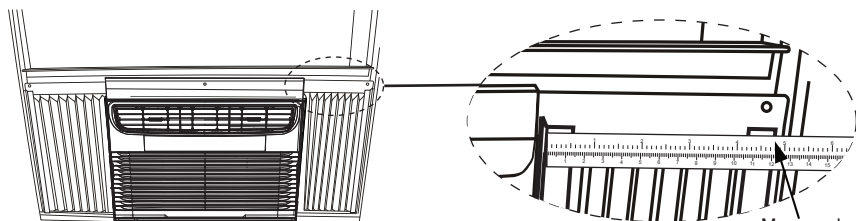

FIG. 22
1. Mesurez la largeur intérieure du rideau latéral avec la règle fournie (FIG. 22).